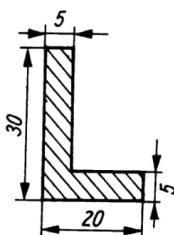

Bild 50
- 3.80** Berechnen Sie die Lage des Schwerpunktes für das in Bild 50 dargestellte 1,00 m lange Winkelprofil (Maßangaben in Millimeter).